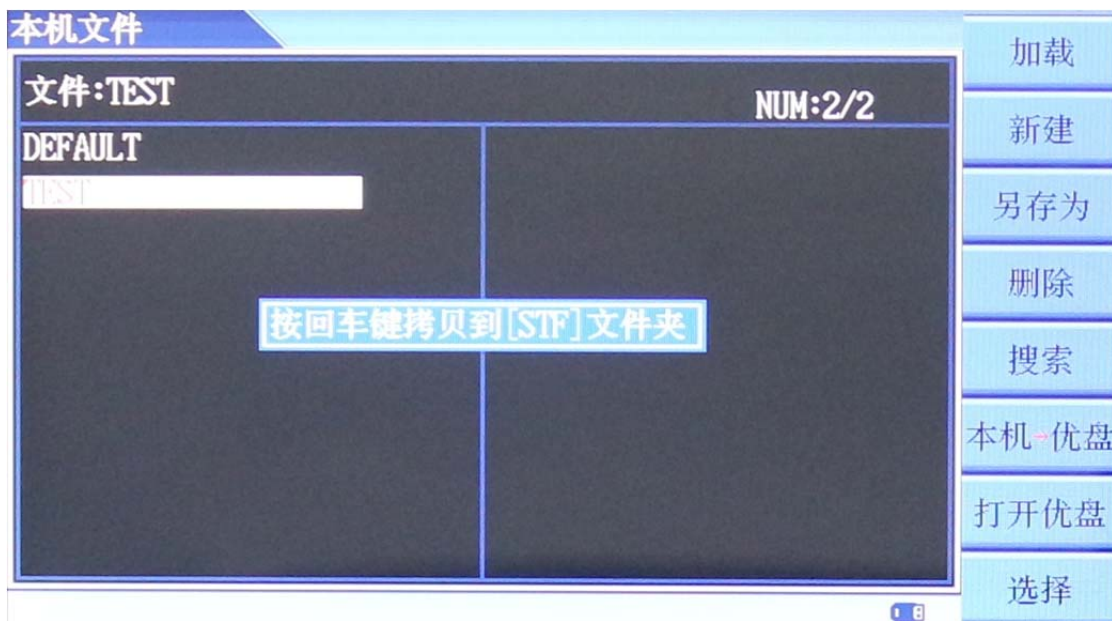

图 3-8
- (f) **本机-优盘** 将选中的文件拷贝到优盘中，本机会对优盘文件夹进行搜索，如果没有 STF 文件夹，自动建立 STF 文件夹，将当前选中文件拷贝到 STF 文件夹下。如图 3-8